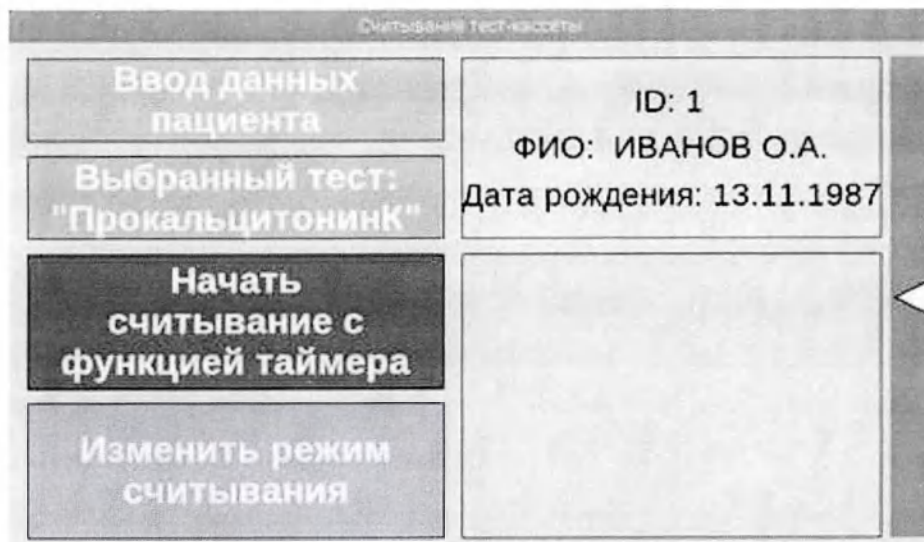

Рисунок 21. Установленный режим считывания – Начать считывание с функцией таймера.
- 3) теперь нажмите **Начать считывание с функцией таймера** (рисунок 21).